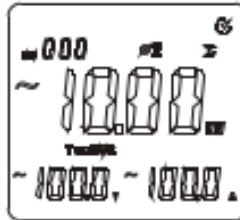

Figura 7-4
- Como se muestra en la figura 7-4, presione la tecla “Σ” para acumular la potencia de la segunda fase .